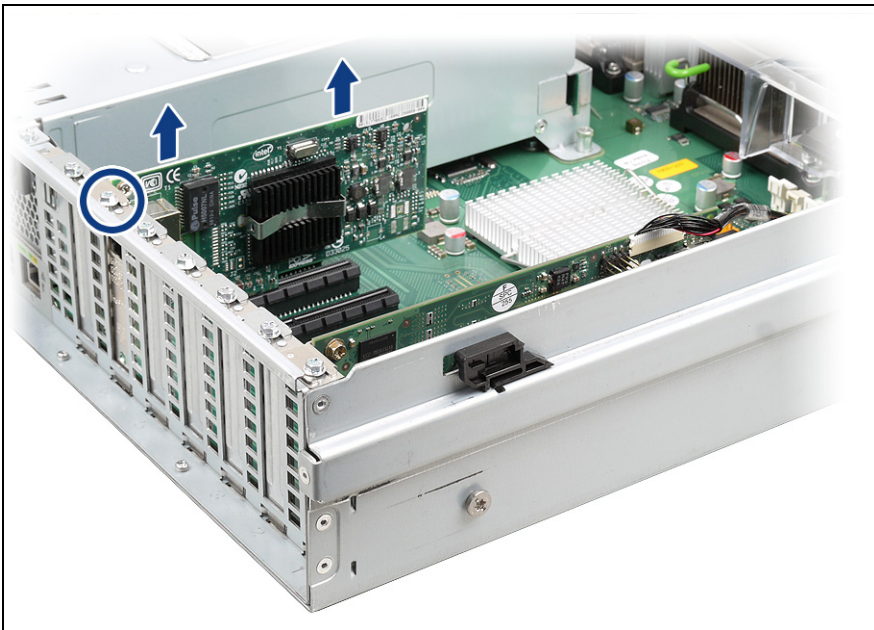

Рисунок 34. Удаление модуля расширения
- ▶ Выкрутите винт на задней крышке (обозначен кругом на рис. 34 на стр. 94).
- ▶ Извлеките неисправный модуль расширения из сервера, как показано на рис. 34 на стр. 94.